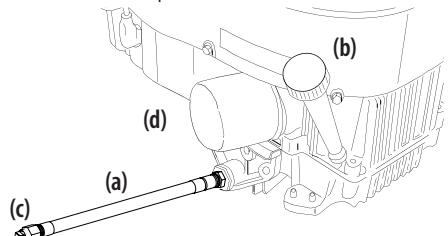

Figure 27
1. Repérez le boyau de vidange d'huile (a) qui se trouve sur le côté du moteur. Voir Figure 27.
2. Placez un récipient adéquat d'une capacité minimum de 2,37 l (2,5 quarts) sous l'extrémité du boyau de vidange d'huile pour recueillir l'huile usée. Enlevez le bouchon de remplissage et la jauge d'huile (b) du tube de remplissage d'huile. Voir Figure 27.
3. Tenez l'extrémité libre du boyau de vidange d'huile au-dessus du récipient, puis dévissez le bouchon à tête carrée (c) du boyau de vidange d'huile. Voir Figure 27. Vidangez l'huile du moteur dans le récipient.
5. Retirez le filtre à huile et laissez l'huile s'écouler dans le récipient. Voir Figure 27 à la page 87.
6. Remplacez le filtre à huile (d) et remplissez le moteur avec de l'huile neuve selon les instructions de la notice d'utilisation du moteur. Voir Figure 27 à la page 87.